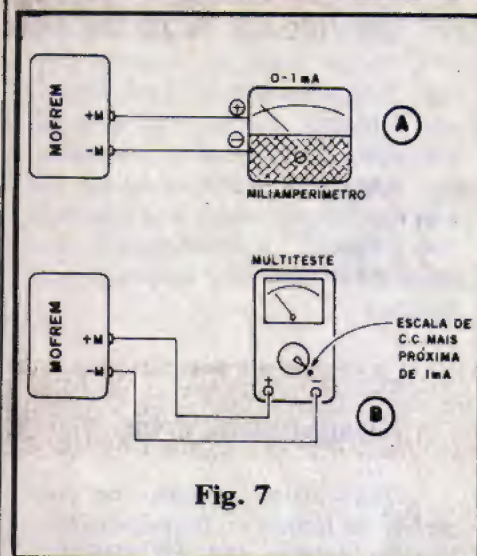

Fig. 7
A fig. 7 mostra como o MOFREM deve ser interligado ao multiteste (B) ou ao galvanômetro "autônomo" (A) que farão as indicações finais da leitura. Observar as polaridades e também a indicação de que, no caso de acoplamento ao multiteste, este deverá ser chaveado para uma escala de Cor-
A principal fase da construção e **“acabamento”** do MOFREM é, seguramente, a da **calibração**, importante providência sem a qual não haverá como **“confiar”** nas leituras indicadas pelo instrumento... Conforme já foi dito, para perfeita calibração, precisamos de um nítida, certa e conhecida frequência/referência... A solução mais prática, barata e confiável, nesse caso, é apelarmos para a rede C.A., cuja frequência de 60 Hz é extremamente estável e muito precisa, podendo perfeitamente ser usada como gabarito para o MOFREM... A fig. 8-A mostra um pequeno e simples arranjo resistivo, através do qual podemos **“puxar”** diretamente de uma tomada da parede (110 ou 220 VCA - 60Hz) o sinal de referência para a calibração... Qualquer que seja a tensão da rede, o sinal apresentado à Entrada do MOFREM terá uma tensão suficientemente baixa para uma segura operação (entre 1 e 2 volts). Uma vez obtido o sinal, e ligado à entrada do nosso MÓDULO FREQUENCÍMETRO (previamente acoplado conforme ilustra a fig. 7...), basta chavear o MOFREM para a sua **primeira** faixa (x